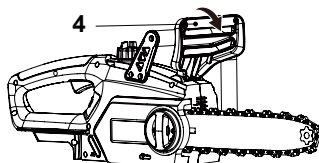

Fig. 17, Activar el freno de la cadena
Conecte el freno de cadena: Cuando la palanca del freno de la cadena (4) está en la posición conectada, la cadena de la sierra se detiene tan pronto como se activa el freno de la cadena (Fig. 17).